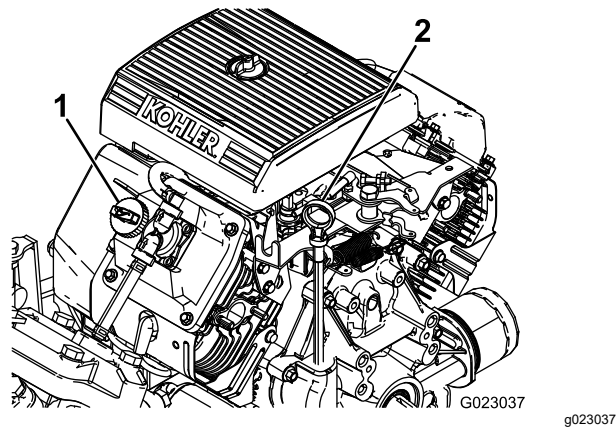

Figura 10
2. Retire la varilla y límpiela con un paño limpio (Figura 10).
4. Si el nivel de aceite es bajo, retire el tapón de llenado de la cubierta de la válvula (Figura 10) Y AÑADA ACEITE POR EL ORIFICIO HASTA QUE EL NIVEL LLEGUE A LA MARCA LLENO DE LA VARILLA; EL TIPO Y LA VISCOSIDAD CORRECTOS FIGURAN EN LA SECCIÓN .Mantenimiento del motor \(página 51\)